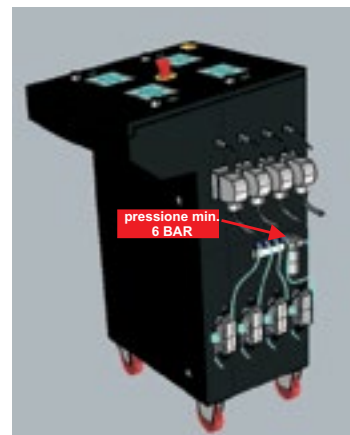

FIG. 1
1. Dal riduttore di pressione manuale regolare la pressione ad un valore superiore a 6 BAR (FIG. 1);